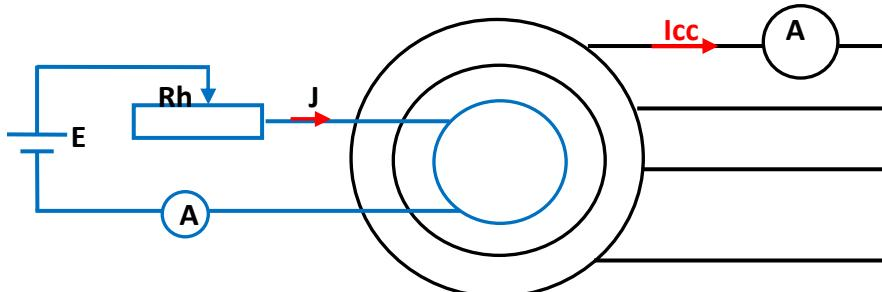

Figure. 25: Schéma de montage de l'essai en court-circuit
-On court-circuite les trois phases du stator à travers un ampèremètre, figure : 25.